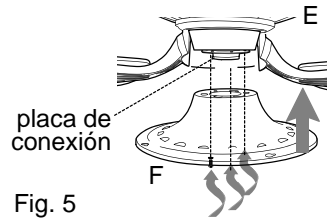

Fig. 5
5. Quite un tornillo en la placa de conexión (en la parte inferior del motor) y afloje los otros dos tornillos. Alinee los agujeros con ranura en el conector para la pantalla (F) con los tornillos aflojados en la placa de conexión. Gire el conector para la pantalla (F) para cerrarlo y vuelva a instalar el tornillo que se quitó anteriormente. Apriete bien todos los tornillos. [Fig. 5]